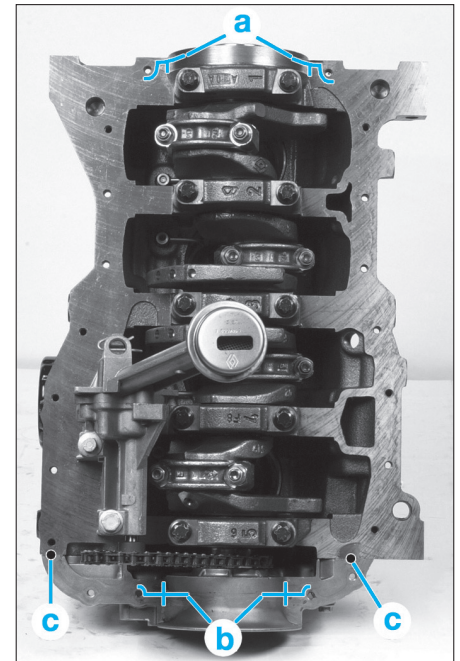

Fig. 30
- Appliquer sur les portées, préalablement dégraissées avec soin, du chapeau de palier n°1 de vilebrequin (a) et celle du porte-bague d'étanchéité (b), 4 cordons, d'une largeur de 5 mm, de pâte d'étanchéité appropriée à base de silicone adhérent (par exemple ThreeBond 1217G ou Renault réf. 77 11 227 484) (Fig.30).